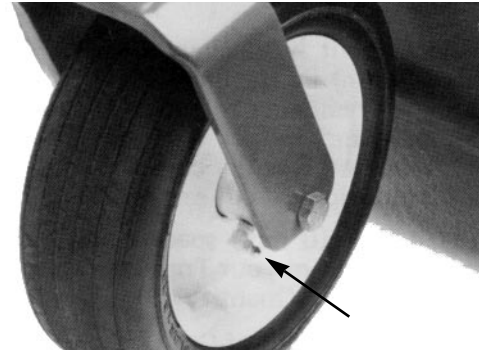

Figure 6
1. Les roulements et les manchons suivants de l'unité de coupe doivent être graissés: manchons de l'axe de pivot avant (Fig. 4); roulements des roues pivotantes ((Fig. 4 & 5); roulements des axes de lames (Fig. 6): articulations à rotule des bras de poussée droit et gauche (Fig. 6).
2. Abaisser l'unité de coupe pour que les roues pivotantes reposent sur une surface horizontale. Enlever le bouchon de contrôle (Fig. 6) sur le côté du boîtier d'engrenages et vérifier le niveau d'huile. Si le niveau est bas, enlever le bouchon de remplissage en haut du boîtier et faire l'appoint avec de l'huile pour engrenages SAE de viscosité 80-90 jusqu'à ce que le niveau atteigne la base du trou de contrôle.